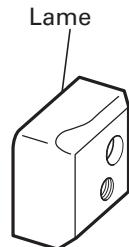

Fig. 9
1. Durée de service du couteau (Fig. 9)